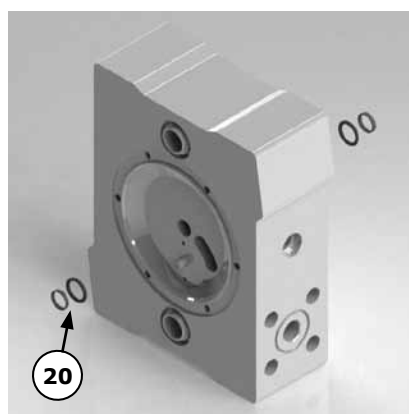

Abbildung 10
Für die Modelle VA-P15 bis VA-P50 (außer VA-P8 und VA-P10). Entfernen Sie vorsichtig die Lager und O-Ringe der Membranachse (20) aus Ihren Nuten im Mittelgehäuse. (Nach der Demontage müssen sie ausgetauscht werden!) Achten Sie darauf, die Nutkanten nicht zu beschädigen (siehe Abbildung 10). Schrauben Sie den Dämpfer (07) und das Anschlussstück für den Luftenlass (05) ab.